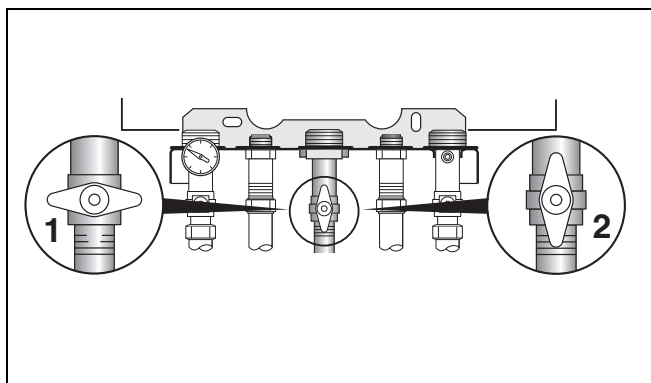

fig. 7 Torneira de fecho do gás
- Fechar a torneira de fecho do gás no sentido dos ponteiros do relógio (fig. 7, pos. 1).